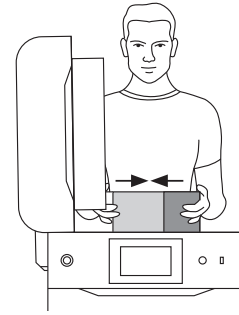

Abb. 3.3 Schließen der IO Box.
- 9. Schließe die IO BOX (Abb. 3.3).